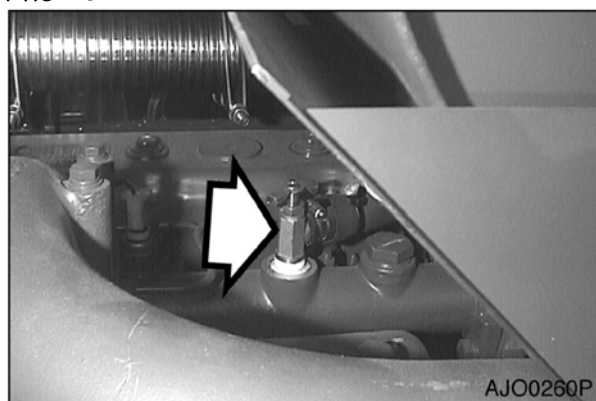

Рис. 80
4. Открыть клапан отключения обогревателя (рис. 80), чтобы дать возможность охлаждающей жидкости стечь из сердцевины обогревателя.